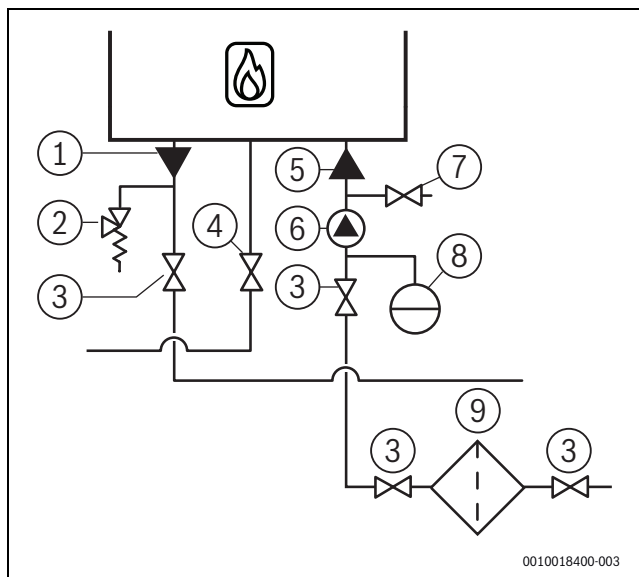

Fig. 18 Ligação das condutas de água de aquecimento
- ▶ Monte a ligação para o vaso de expansão e válvula de segurança diretamente abaixo da caldeira e acima das válvulas de manutenção. (→ Fig. 18, p. 18).
- ▶ Instale uma válvula de manutenção na conduta de avanço e retorno (→ Fig. 18, p. 18).